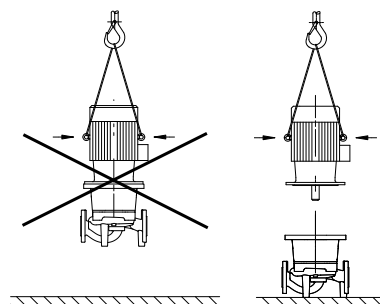

Fig. 16: Fixar o motor
- **Utilizar os olhais de elevação do motor só para carregar o peso do mesmo e não para carregar toda a bomba (fig. 16).**